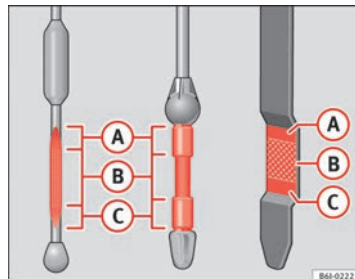

Fig. 125 Aste di misurazione livello olio motore
L'asta di misurazione indica il livello dell'olio. ⇒ fig. 125.
- Il livello di olio non deve mai superare la zona A ⇒ fig. 125. Pericolo di danneggiamento del sistema di scarico!